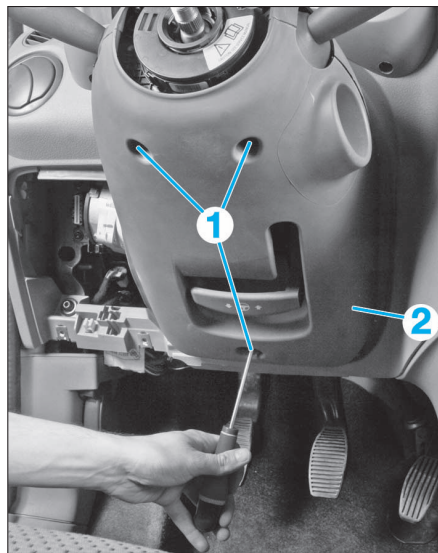

FIG. 3
- Déposer les vis de fixation (1) de la garniture inférieure de la colonne de direction (Fig.3).